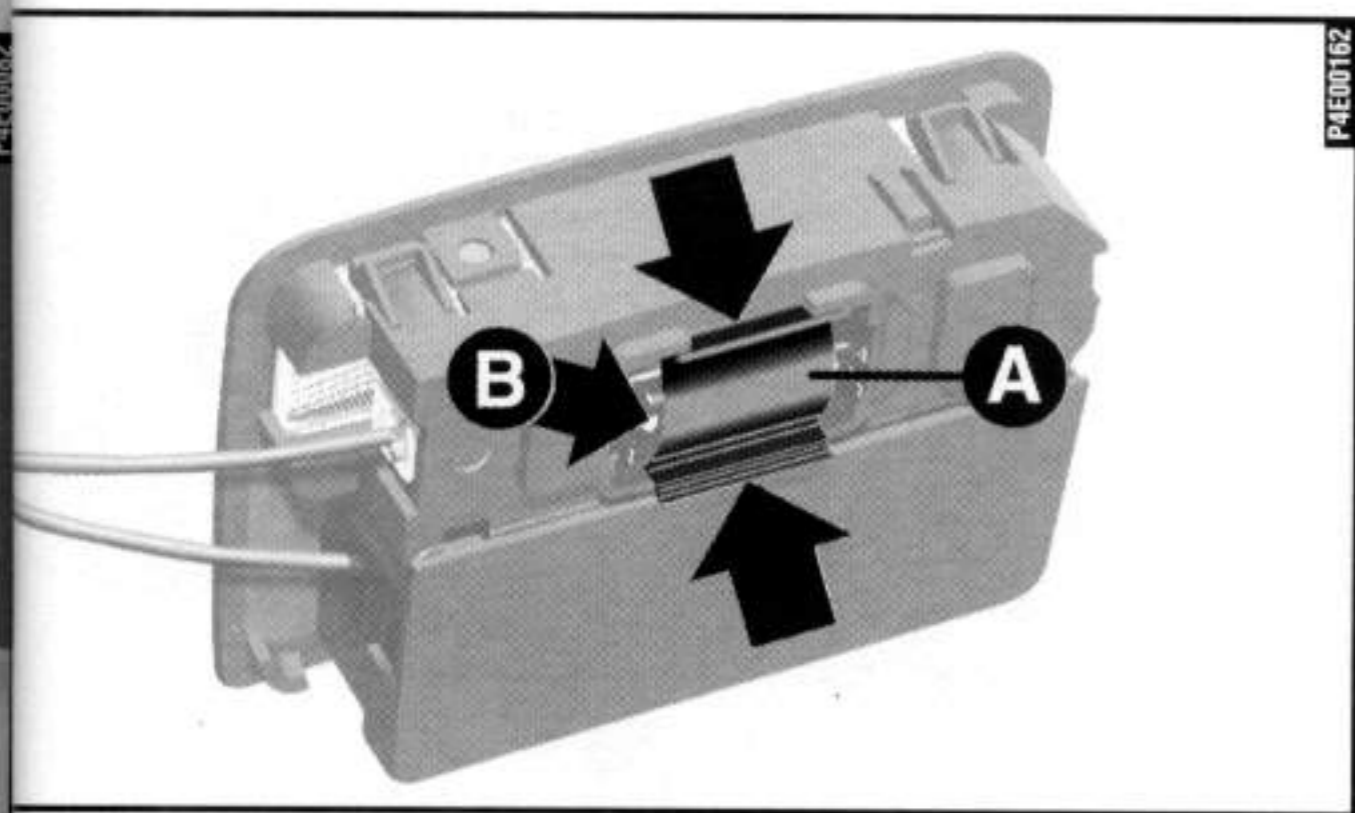

fig. 24
– retirar o refletor **A-fig. 24**, pressionando no sentido das setas, e substituir a lâmpada cilíndrica **B**.